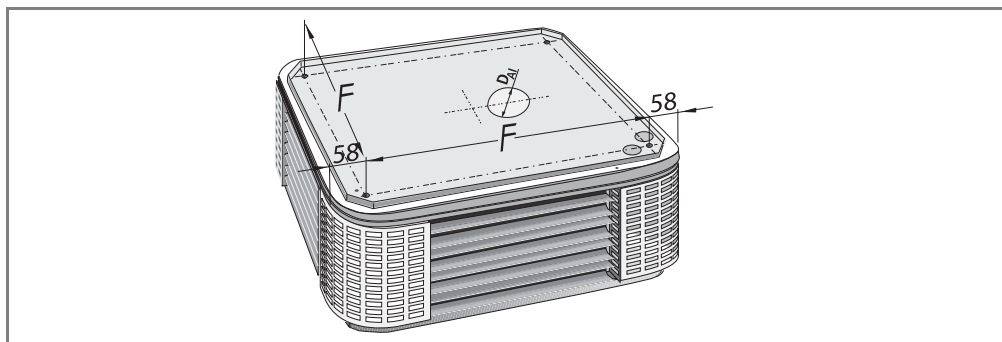

Fig. 4-3: Cotes de perçage pour le montage plafonnier du Multi Flair
- Reportez les cotes de perçages indiquées aux Fig. 4-3 et Tab. 4-2 sur le plafond.